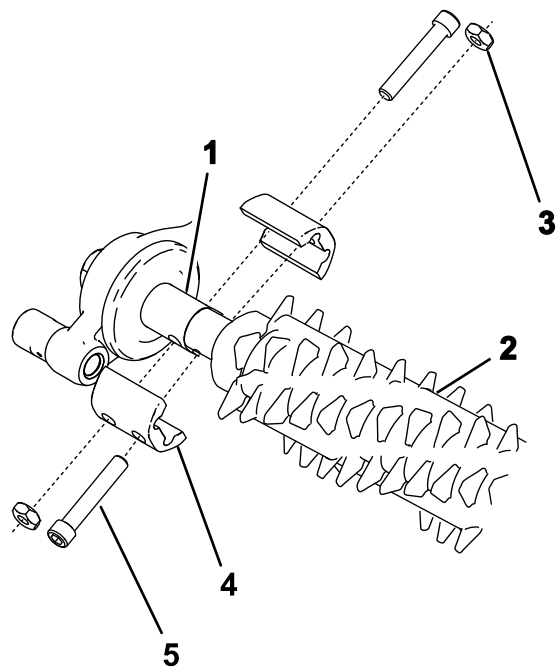

Figura 16
2. Alinhe o conjunto do rastelo com os tubos do veio da transmissão da caixa de transmissão do rastelo e o conjunto do rolete (Figura 16).
3. Fixe o rastelo na máquina como mostra na Figura 16 e aperte os parafusos.